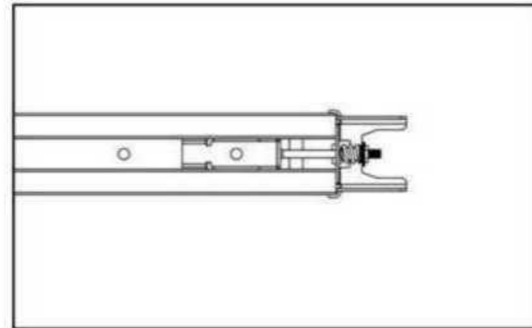

Fig.12
Paso 3. Asegure la tuerca en la Posición Correcta. Finalmente, Todo el Riel estará Ensamblado (Fig.12).